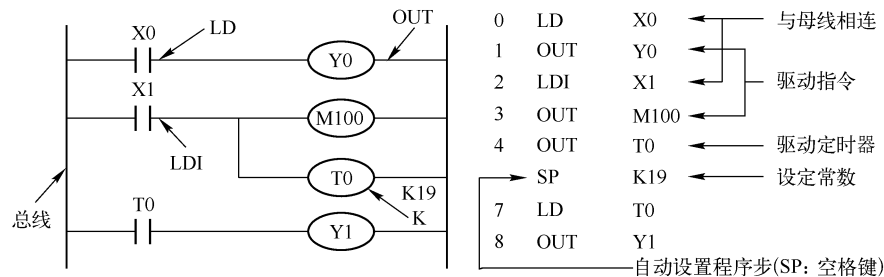

图 2-1 LD/LDI/OUT 指令应用示例
逻辑取及输出线圈指令见表 2-1，其应用如图 2-1 所示。
3) 并行输出指令可多次使用（如图 2-1 中的 OUT T0 和 OUT M100）。